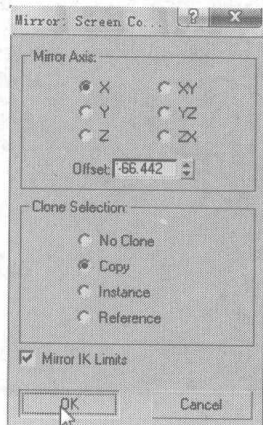
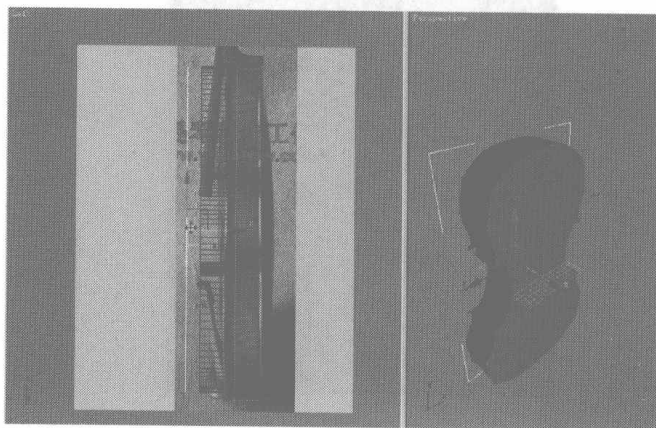

图 5.50
图 5.51
- 11** 打开细分, 选择面板模型, 单击 按钮, 沿 X 轴镜像复制所选模型, 在弹出的对话框中设置如图 5.50 所示参数, 镜像结果如图 5.51 所示。